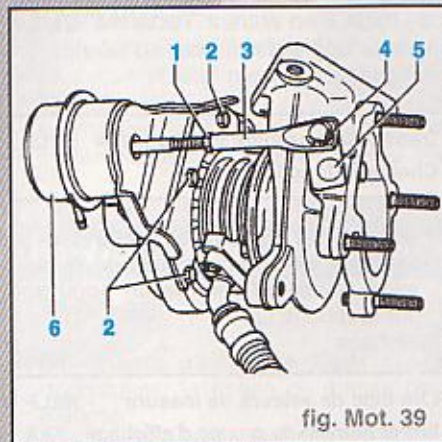

fig. Mot. 39
- Déclipser l'arrêtoir (4) (fig. Mot. 39).